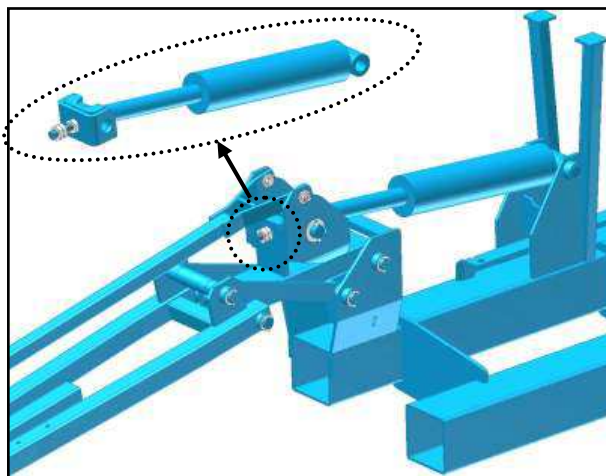

Fig. 2
Régler la butée basse du rayonneur (fig.2).
Adjust the lower stop position of the furrower (fig.2).
- Den unteren Anschlag des Spuranzeigers (Abb.2).
- Juster spormarkørens nedre anslag (fig. 2).